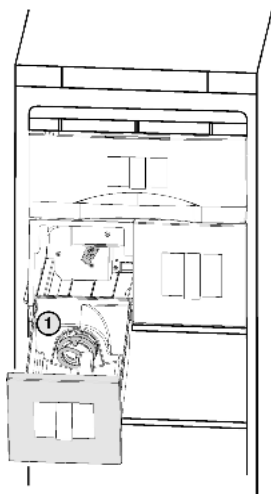

Fig. 10
- ▶ Na het reinigen de houder weer tot aan de aanslag inschuiven. Als u de houder niet helemaal kunt inschuiven, de schroef Fig. 10 (1) draaien.